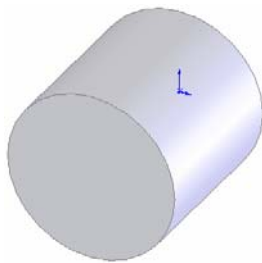

图 4-60 拉伸的图形
① 设置基准面。在左侧的“FeatureManager 设计树”中用鼠标选择“前视基准面”作为绘制图形的基准面。
② 绘制草图。选择菜单栏中的“工具”→“草图绘制实体”→“圆”命令，或者单击“草图”工具栏中的“圆”图标，以原点为圆心绘制一个直径为 60 的圆。
③ 拉伸图形。选择菜单栏中的“插入”→“凸台/基体”→“拉伸”命令，或者单击“特征”工具栏中的“拉伸凸台/基体”图标，将上一步绘制的草图拉伸为深度为 60 的圆柱体，结果如图 4-60 所示。